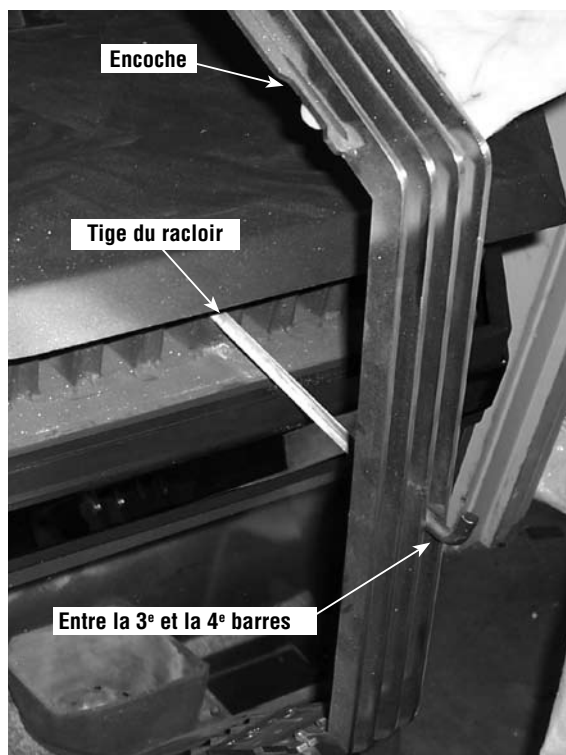

Figure 30
2. Tirer sur la tige du racloir, faire pivoter la grille en position verticale (encoche à gauche), puis la faire glisser sur la tige du racloir (passer la tige entre la troisième et la quatrième barres). Voir **Figure 30**.